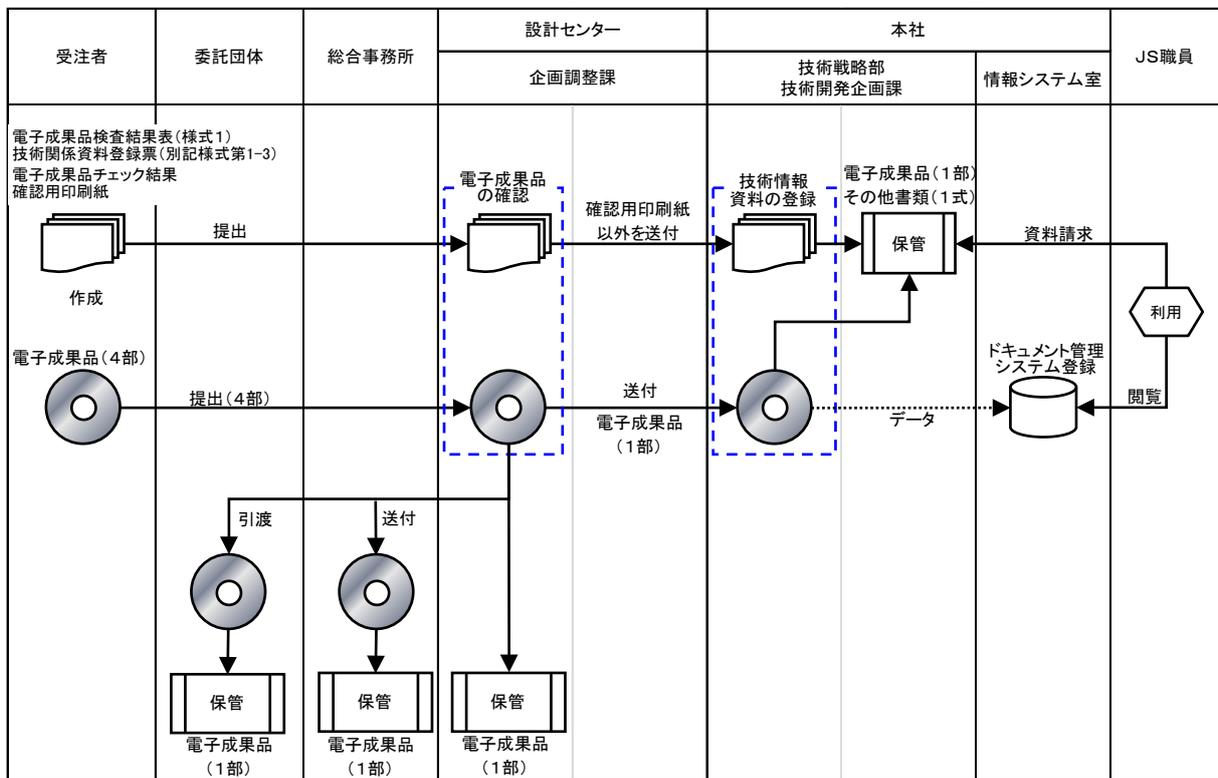

図 8-6 電子成果品の登録・保管の流れ
- JS における電子成果品の登録・保管の流れを図 8-6 に示す。